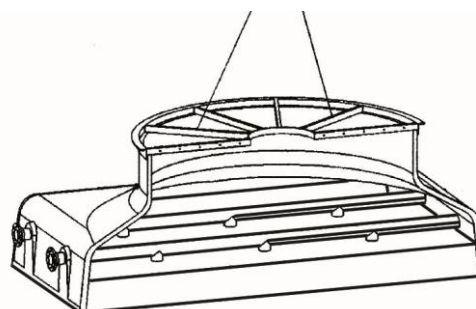

Fig. 7
b) Dans la quatrième partie qui ne porte pas le moteur, accrocher une élingue à deux des rayons de l'anneau support du ventilateur comme indiqué sur la figure 7.